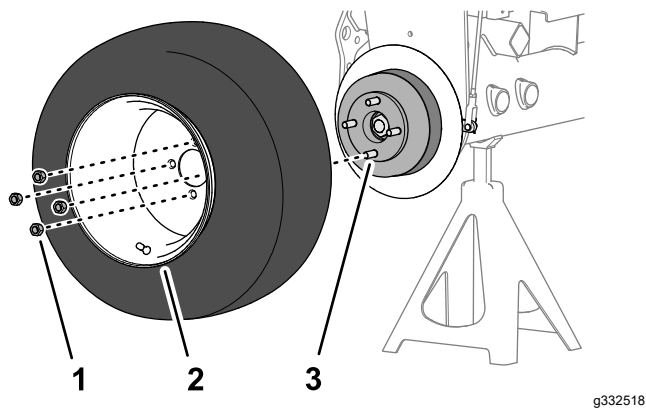

図 60
1. 前輪をハブに固定しているラグナット4 個を外して前輪を取り外す 図 60。